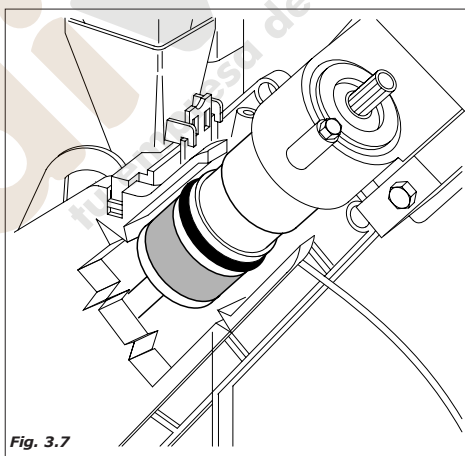

Fig. 3.7
- Se activa el motorreductor del grupo de café hasta llegar a la posición de erogación, lo que provoca el prensado de la pastilla (Fig. 3.7).